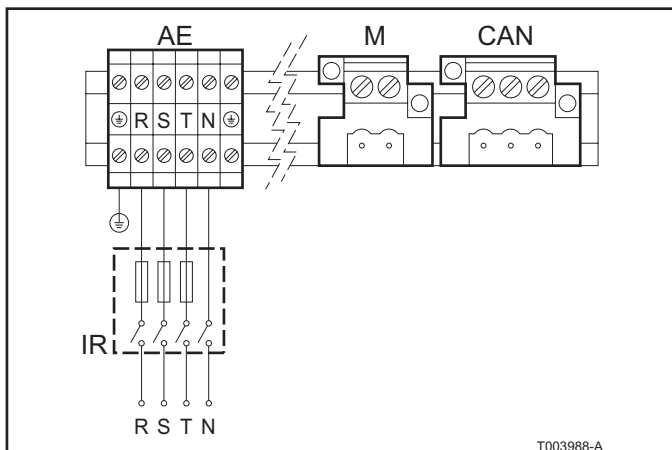
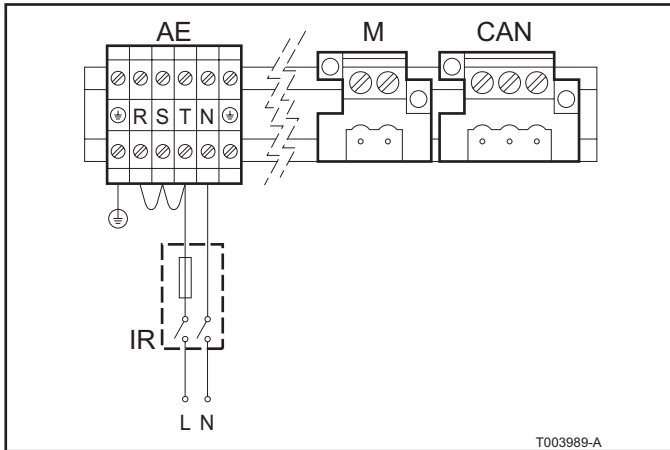

Fig. 22 Schaltplan des 3-Phasen-Systems für 400 V 3 N - 50 Hz
Fig. 23 Schaltplan des 1-Phasen-Systems für 230 V 1 N - 50 Hz
- Lokalisieren Sie den AE-Steckverbinder (mit den Anschlüssen R, S, T und N) und schließen Sie das Netzkabel - 400 V 3 N - 50 HZ oder 230 V 1 N - 50 Hz - an, wie es in Fig. 22, bzw. Fig. 23 gezeigt wird.